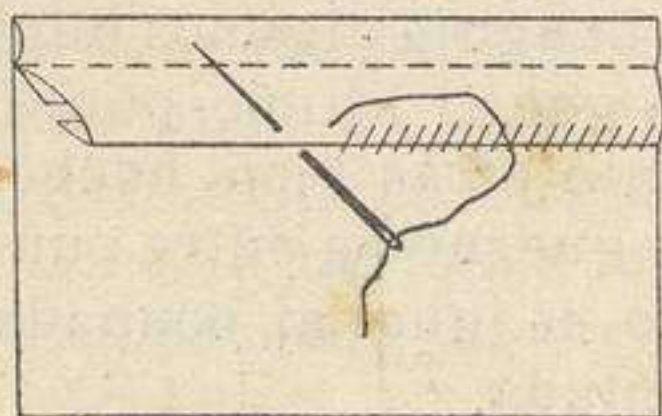

Fig. 6.—Sobrecostura
**Sobrecostura** (fig. 6).—Se colocan las dos telas una